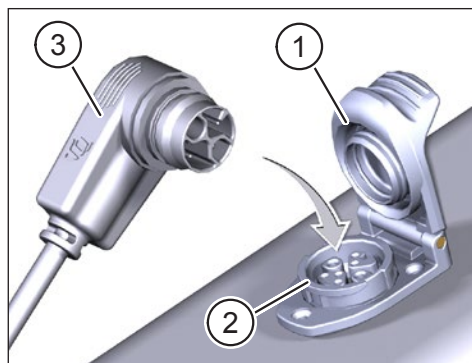

Fig. 2: Carica della batteria integrata
- ▶ Aprire il coperchio (punto 1 in Fig. 2) della presa della ricarica (punto 2 in Fig. 2) nel telaio della bicicletta.
- ▶ Regolare la spina di ricarica (punto 3 in Fig. 2) del caricabatterie in modo che i codici della spina di ricarica e della porta di ricarica corrispondano (vedi Fig. 2).